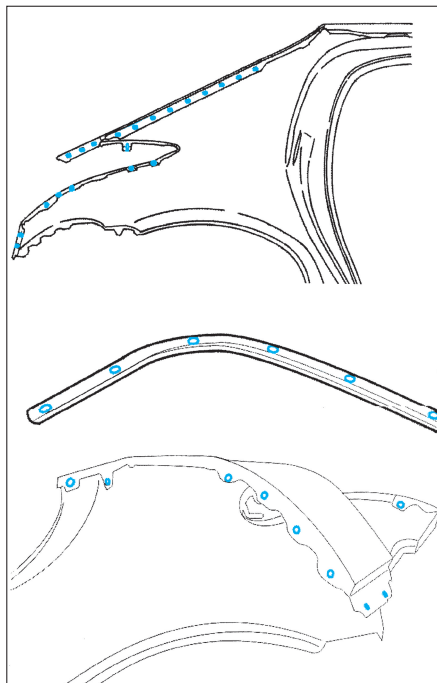

FIG. 118
• Percer sur le pourtour de l'aile et le jet d'eau des trous de Ø 6,5 mm pour soudage ultérieur par points bouchons (Fig.118).